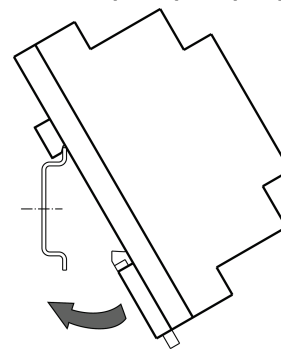

Рисунок 2 – Монтаж пристрою на DIN-рейку
2. Установити пристрій на DIN-рейку (див. *рисунок 2*).